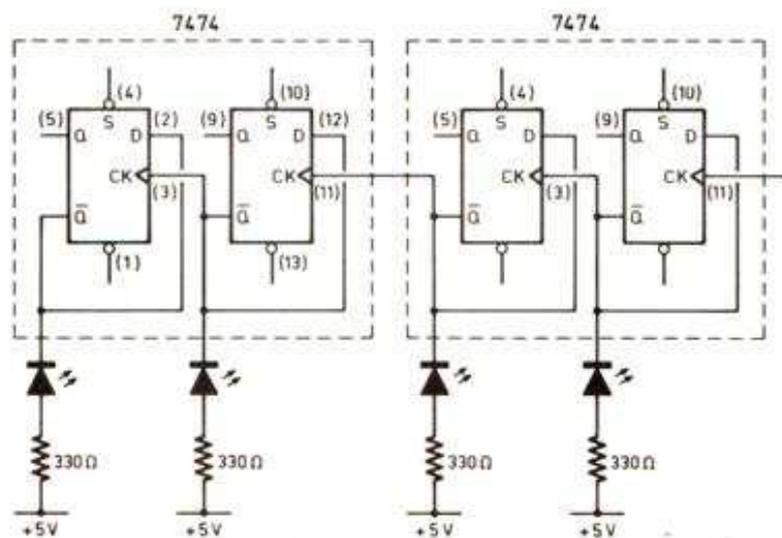

FIGURE 9. - Schéma du compteur binaire composé de deux circuits 7474 et de quatre diodes LED pour la visualisation.
Nous avons représenté sur la figure 9 le schéma pratique du compteur à base 2. On remarque la simplicité du circuit. L'entrée, située à droite, reçoit les impulsions à compter. Celles-ci proviennent du montage astable à deux opérateurs NAND. La liaison est directe entre la sortie d'une de ces portes et l'entrée CK (ou T) de la première bascule. Les bascules étant munies de commandes de remise à zéro (R) et de mise en position travail (S), il est facile, avant tout comptage, de mettre à zéro le compteur. Il suffit pour cela de brancher ensemble les sorties R (broches 1 et 13) et de les connecter temporairement au niveau zéro logique (0 V).